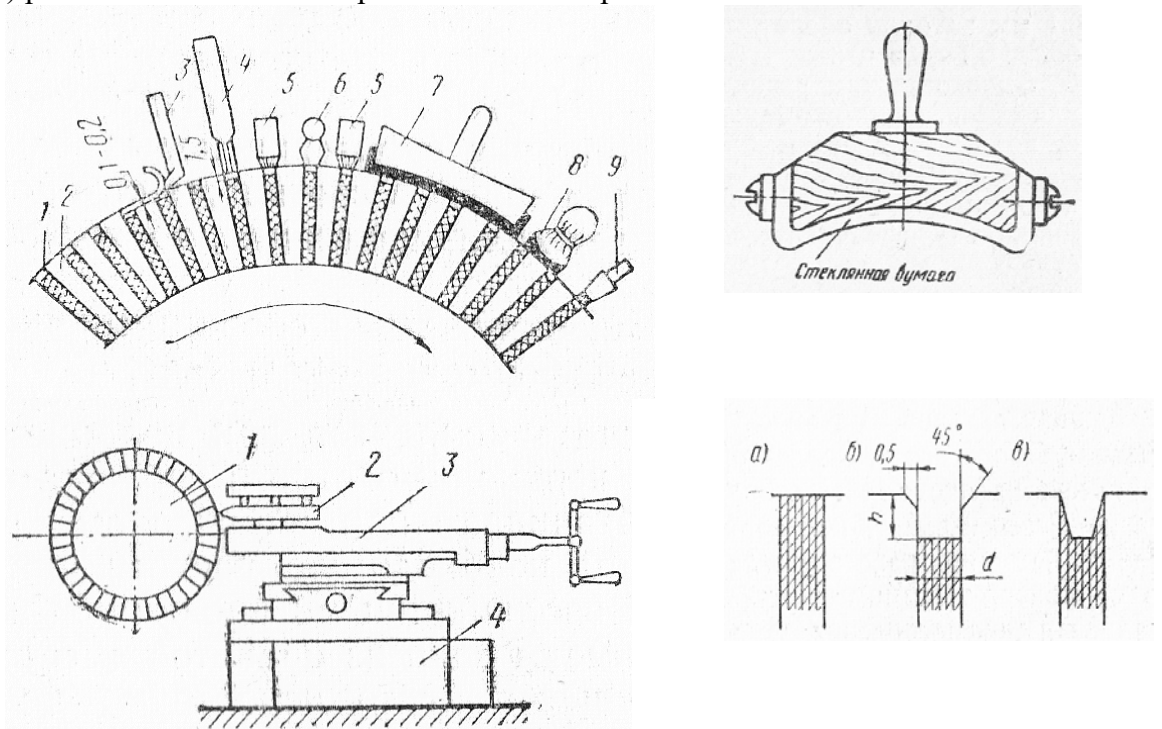

Рис. 3
3. Для машин постоянного тока назвать возможные дефекты коллектора и объяснить последовательность технологии ремонта коллектора, используя предложенные схемы (рис.3) рассказать особенности ремонта коллектора.